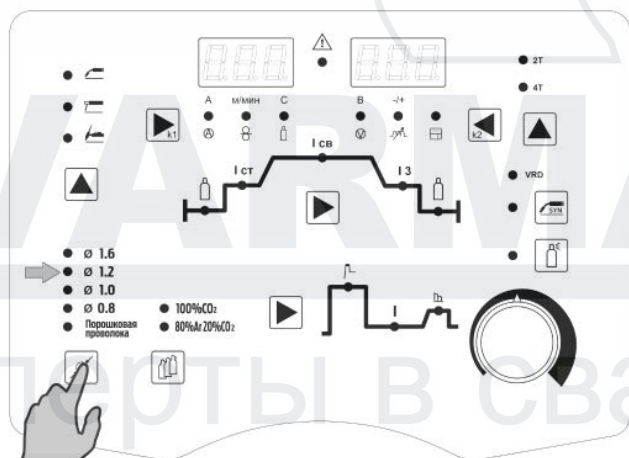

Рис. 8.4.5. Выбор диаметра сварочной проволоки.
5. Выберите диаметр сварочной проволоки (См. рис. 8.4.5) в зависимости от толщины свариваемого металла (См. табл. 7.0.1, поз. 14).